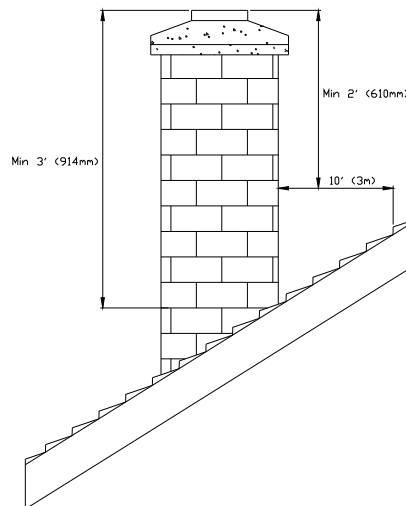

FIGURE 2.2 Hauteur minimum de la cheminée
- La cheminée doit dépasser le toit d'au moins 0,9 m (3 pi) du point de contact le plus élevé. Voir la figure 2.2.
- La cheminée doit dépasser toute partie du bâtiment ou autre obstruction située à une distance d'au plus 3,04 m (10 pi) d'au moins 0,6 m (2 pi). Voir la figure 2.2.